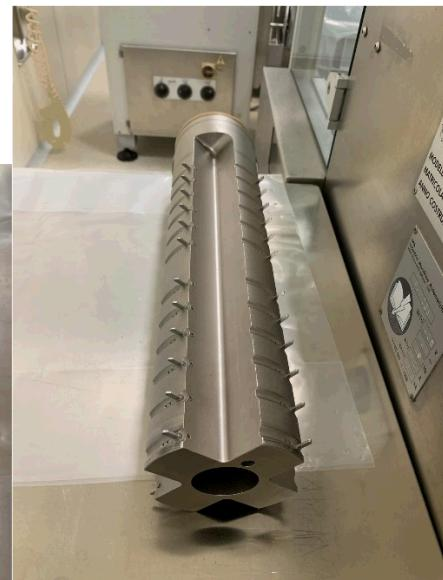

Fig.32
- Premere quindi il pulsante esclusione frizione per oltre 4 secondi (assicurarsi che la relativa spia rimanga accesa in modo stabile) e smontare il rullo trasporto capsule (Fig.32) allentando l'apposito pomello.